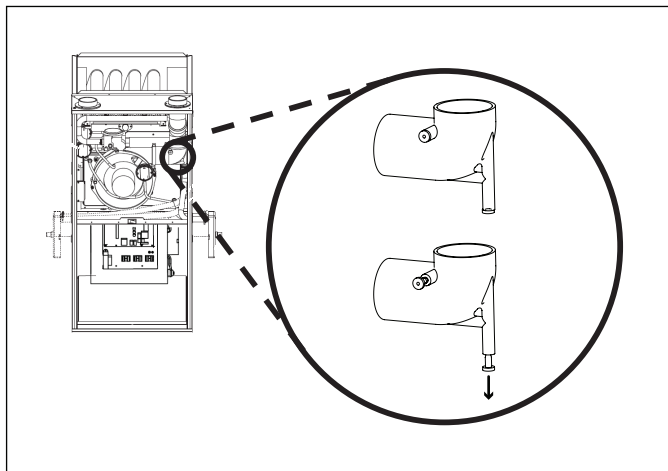

Figure 13
Pour atteindre une efficacité énergétique supérieure à celle des fournaies non à condensation, les fournaies à condensation génèrent une quantité significative d'eau de condensat provenant de la combustion pour récupérer la chaleur latente dans les fumées. Le condensat généré par les fumées doit être collecté et évacué vers la conduite de vidange. Pour certaines directions d'évacuation et installations de fournaie, le réacheminement du condensat et/ou des tuyaux du pressostat de trop-plein peut être nécessaire. Suivez les instructions ci-dessous et les Figures 13 à 17 pour chaque installation.
4. Retirez le bouchon de l'orifice de vidange de l'inducteur (voir Fig. 13).